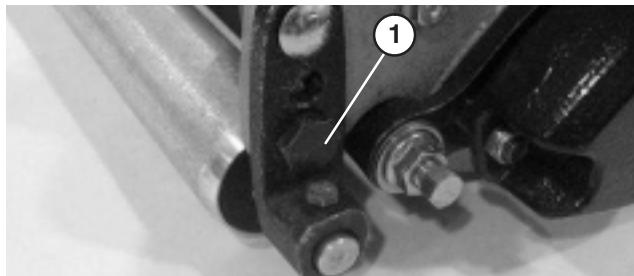

Figure 15
- Tout en maintenant le cylindre solidement sur la plaque et sans relâcher la pression sur le rouleau arrière, tournez le boulon de montage inférieur droit du rouleau (Fig. 15). Ce boulon présente un déport qui agit comme un excentrique (came) qui relève ou abaisse le rouleau lors de la rotation. Le déport est indiqué par un point. Le point indique le sens de déplacement de l'extrémité droite du rouleau lorsque le boulon est tourné. Il doit toujours se trouver dans la moitié arrière de l'arc, comme illustré à la Figure 15.